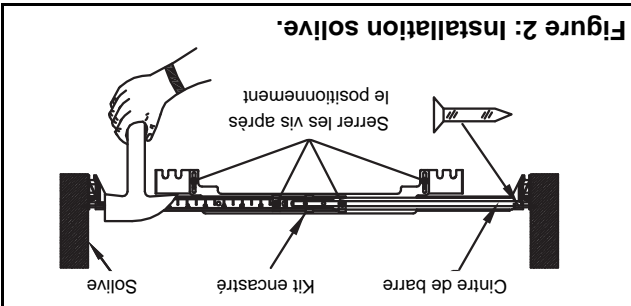

Figure 2: Installation solive.
1. Selon votre installation, installez le boîtier / assemblage cintre de barre comme indiqué dans les figures 2 ou 3.